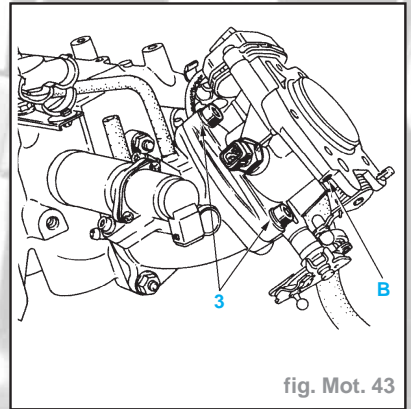

fig. Mot. 43
- Déposer les trois vis (3) de fixation du boîtier papillon et déposer celui-ci (fig. Mot. 43).
**Important :** Il est déconseillé de toucher à la vis du by-pass d'air en (B) (elle doit être serrée à fond) car ce système d'injection est équipé d'une correction adaptative de ralenti qui permet de recentrer le R.C.O.